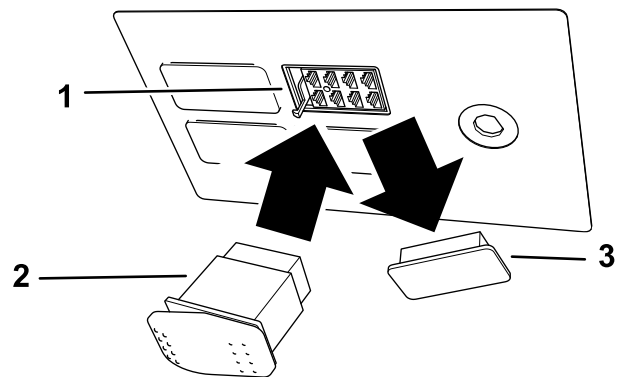

図 7
5. スwitchパネルの右前についているプラグを外して捨てる図 7。
6. スwitchにコネクタを嵌め、スswitchをパネルに取り付ける図 7。